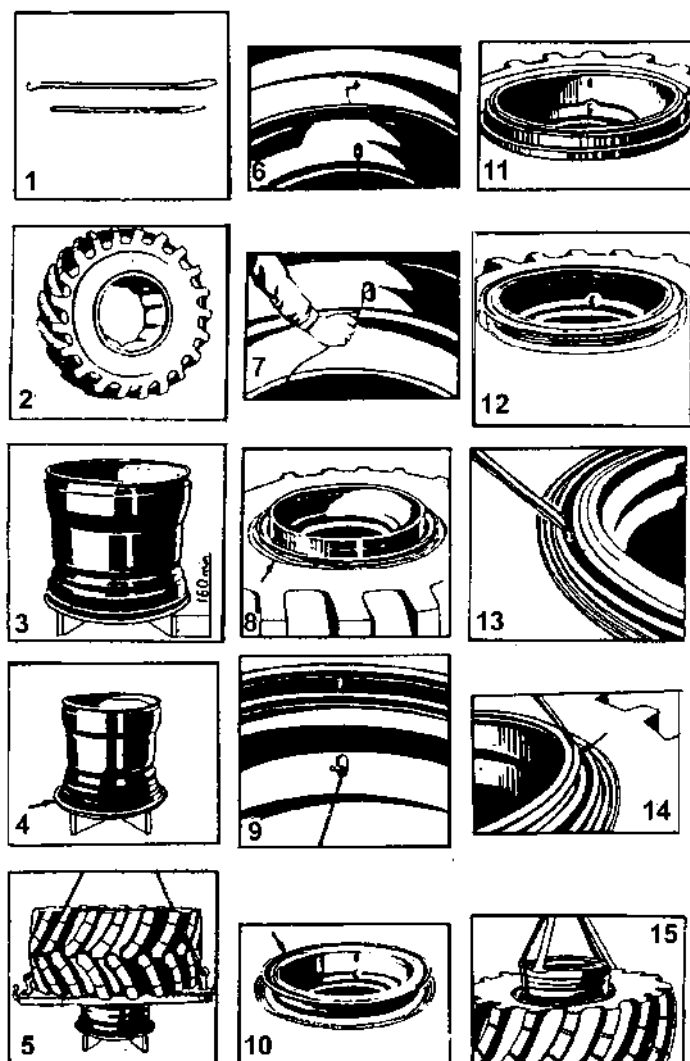

Рис. 70. Монтаж-демонтаж шины
2. Операции монтажа-демонтажа выполняются с помощью двух монтажных лопаток, прикладываемых в ЗИП (рис. 70, поз.1).
3. Подъем шины и колеса при монтаже-демонтаже осуществляется лицом, допущенным к управлению грузоподъемным механизмом с помощью грузозахватных приспособлений (типа показанных на рис. 70, поз.5).
Последовательность операций по монтажу-демонтажу шины производите в соответствии с рис. 70 поз.1...15.
1. Внутреннюю поверхность покрышки посыпьте тальком, вложите в покрышку камеру и поддуйте ее настолько, чтобы она приняла естественную (рабочую) форму (рис. 70, поз.2), при этом необходимо учитывать направленность рисунка и место установки колеса на ступице, чтобы обеспечить совпадение указателей направления вращения шин (стрелки на боковинах покрышек) с направлением вращения колес при движении трактора вперед.
2. Установите обод на крестовину (рис. 70, поз.3) и наденьте на него бортовое кольцо (рис. 70, поз.4), при этом бортовое кольцо наружными кромками не должно упираться в крестовину.
3. Наденьте шину на обод (рис. 70, поз.5), при этом целесообразно введение вентиля камеры в вентиляное отверстие обода производить с помощью проволоки или тросика, предварительно закрепленных на вентиле (рис. 70, поз.6, 7).
4. Установите второе бортовое кольцо (рис. 70, поз.8).
на ободе (рис. 70, поз.9), наденьте посадочное съемное кольцо на обод (рис. 70, поз.10).
6. Установите замочное кольцо на обод (рис. 70, поз.11).
7. Во избежание самодемонтажа перед накачиванием необходимо бортовым кольцом надежно замкнуть посадочное съемное кольцо и замочное кольцо на ободе, при этом стыки разрезных частей колец должны быть в диаметрально противоположном положении (рис. 70, поз.12). Соблюдая меры предосторожности, накачайте шину до давления не более 0,05-0,06 МПа (0,5-0,6 кгс/см²) и убедитесь в том, что шина по всей длине окружности зашла за посадочное съемное кольцо. Если борт шины в некоторых местах уперся в торец посадочного съемного кольца, необходимо заправить кольцо под борт монтажной лопаткой.
2. Осадите борт шины с посадочной полки путем введения крючкообразного конца одной монтажной лопатки и плоского конца другой между бортовым и посадочно-съёмным кольцами и отжатию противоположных концов лопаток вниз. Осаживание производится обходом по кругу, начиная с места расположения демонтажного паза на посадочном съёмном кольце (рис. 70, поз.13).
3. Постукиванием по буртику посадочного съёмного колеса осадите последнее с буртика замочного кольца, затем введите плоский конец одной из монтажных лопаток в демонтажный паз замочного кольца и, отжимая противоположный конец лопатки к центру колеса, выведите конец замочного кольца из зацепления с ободом (рис. 70, поз.14).
9. Извлеките обод из шины (рис. 70, поз.15).